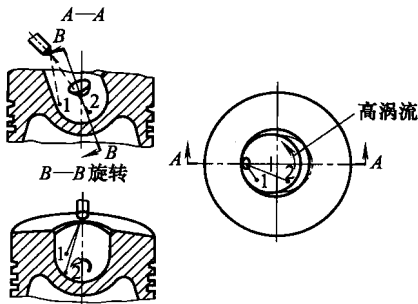

图 1-13 FL413F 柴油机斜圆筒型燃烧室
(5) FL413F/513 柴油机的燃烧过程
① 道依茨柴油机燃烧的“D”过程 斜圆筒型燃烧室（如图 1-13 所示）的轴线与汽缸中心线相交成锐角。两股粗细相等、互成锐角（ 28° ）的油束喷入斜圆筒形燃烧室壁附近。利用进气切线速度约 90m/s （涡流比约 2.6）的强烈旋转气流，把油束吹向周边。燃烧室中心处的油气混合物浓度合适，先着火燃烧（滞燃期约 $2^\circ\sim 3^\circ$ 曲轴转角）。而燃烧室壁面处的油气混合物浓度较高，因温度低，化学反应受到控制而不会立即着火。此后，由于热混合的效应，也即燃烧室壁面处的燃烧气体流向燃烧室中心，燃烧室中心的燃烧气体由于温度较低而密度较大，在气体旋转涡流离心力的作用下甩向室壁，与室壁处的较浓的油气混合物再混合，进一步燃烧。